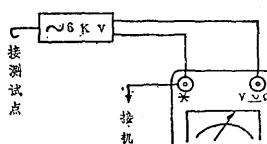

图 2
(1) 交流高压的测试：利用FM-5型万用表和标有“ $\sim 6KV$ ”符号的分流器，按图2所示的接法接好。FM-5型万用表范围开关处于“3V(6000V)”档上，测量类别开关处于“ $\sim$ ”。打开发射机电源组合门，将测量棒与升压变压器Tp的第三头牢固地钩好，然后开高压开关缓慢地调节升压器手轮，进行发射机交流高压数值的测量。